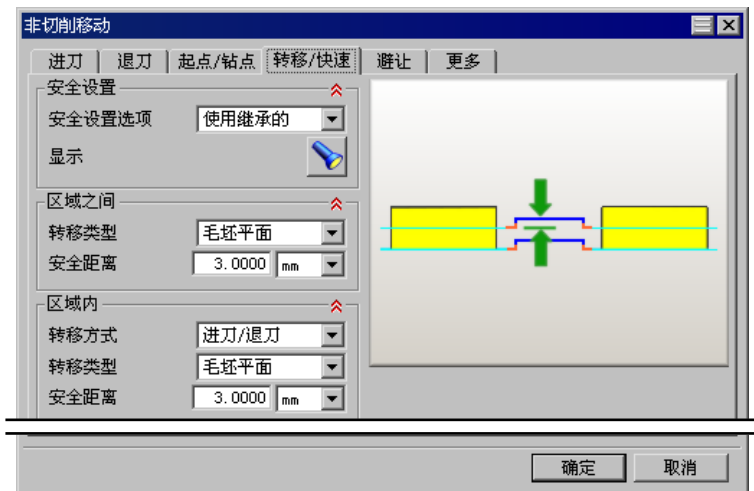

图 1.15 “转移/快速”选项卡
Step3. 单击“非切削移动”对话框中的**转移/快速**选项卡,其参数设置如图 1.15 所示;单击**确定**按钮,完成非切削移动参数的设置。